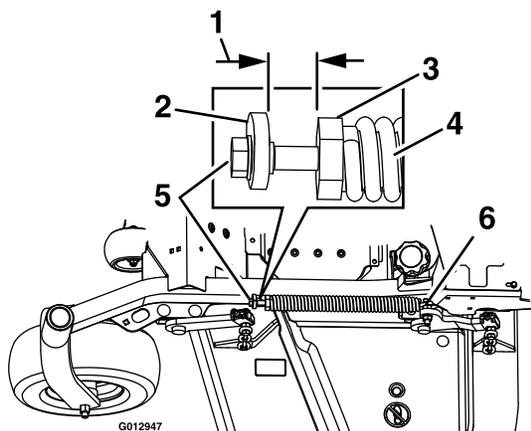

Figure 3
3. Sur le côté gauche de la machine, mesurez la distance entre l'écrou au bout du ressort et le support (Figure 3). Notez cette mesure.
11. Installez le boulon avant du ressort latéral, utilisez la mesure notée à l'opération 3 pour régler l'écartement entre l'écrou au bout du ressort et le support (voir Figure 3), puis serrez ou desserrez le boulon du ressort jusqu'à obtention de l'écartement correct.